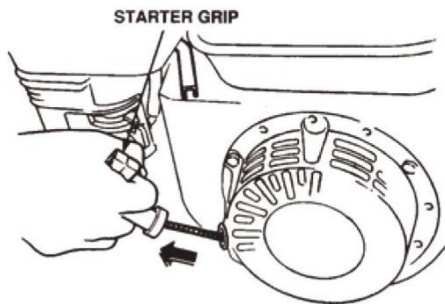

FIG.10
9.6 Pak de startgreep vast (FIG. 10) en trek deze langzaam naar buiten. Het verzet